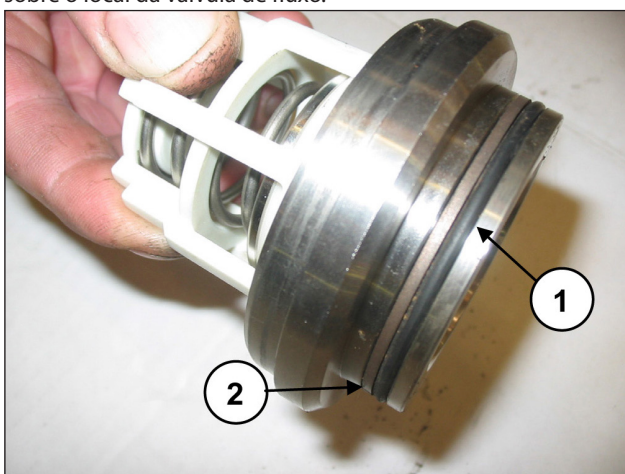

Fig. 96
Monte o anel circular, pos. de explosão nº. 5 (pos. ①, Fig. 96) e o anel anti-extrusão, pos. de explosão nº. 15 (pos. ②, Fig. 96) sobre o local da válvula de fluxo.